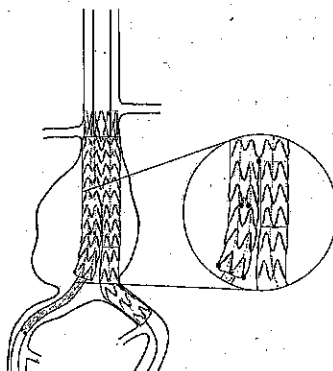
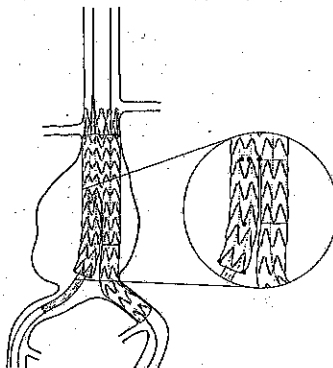

Figura 15. Inserimento del sistema di rilascio iliaco — Sovrapposizione di 3 stent
Figura 16. Inserimento del sistema di rilascio iliaco — Sovrapposizione di 5 stent
a. Sovrapposizione di 3 stent. Allineare il marker di sovrapposizione del dispositivo a gamba al due marker presenti sull'estremità distale della gamba ipsilaterale dell'endoprotesi biforcata Endurant IIS (figura 15).
- b. Sovrapposizione da 3 a 5 stent. Per le endoprotesi a gamba che possono avere una sovrapposizione da 3 a 5 stent, è possibile ottenere una sovrapposizione minima di 3 stent, seguendo le istruzioni riportate al punto a (figura 15), oppure una sovrapposizione massima di 5 stent allineando i marker del bordo prossimale dell'endoprotesi a gamba al marker di biforcazione dell'endoprotesi biforcata Endurant IIa (figura 16).